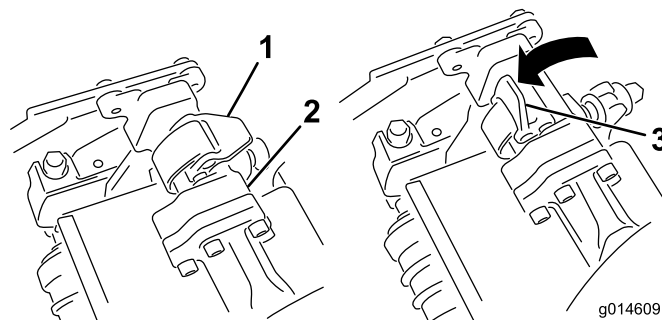

Figura 32
3. Con los enganches del brazo de suspensión orientados hacia arriba (es decir, abiertos) (Figura 32), empuje hacia abajo el brazo de suspensión de modo que la barra encaje en la barra situada en la parte superior de la unidad de corte (Figura 33).
4. Presione los enganches hacia abajo alrededor de la barra de la unidad de corte y bloquéelas (Figura 32).
4. Abra los enganches de la barra del brazo de suspensión de la unidad de corte que está retirando (Figura 32).